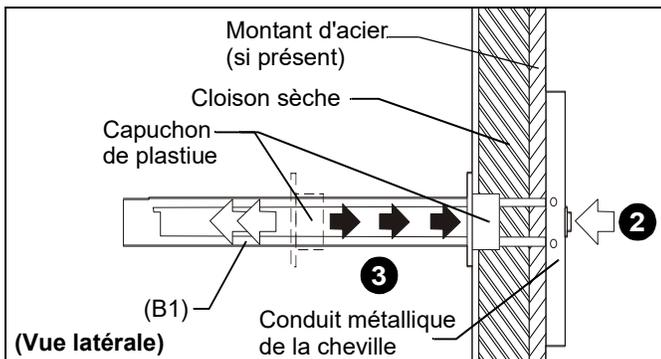

Figure 63
2. Tout en maintenant les bandes de plastique sur la cheville (B1), tirez la cheville hors du mur jusqu'à ce que le conduit soit à égalité avec l'arrière du mur et assurez-vous que le conduit de la cheville est en position verticale sur le montant en acier (si présent) ou la cloison sèche. (Voir figure 63)
3. Faites glisser le capuchon de plastique sur la cheville (B1) vers le mur jusqu'à ce que la collerette du capuchon ne dépasse plus du mur. (Voir figure 63)